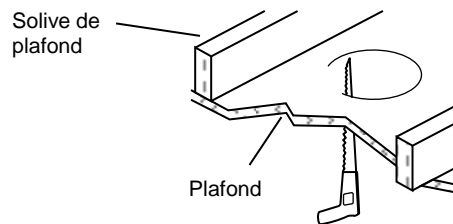

Fig. 1
2. Utilisez une scie à guichet pour pratiquer une ouverture de 6  $\frac{1}{4}$  po (15,88 cm) de diamètre dans la cloison du plafond. (Fig. 1) (**Note:** veiller à ce que l'ouverture ne dépasse pas les dimensions prescrites par le gabarit. Une ouverture trop grande pourrait nuire à l'installation adéquate du luminaire.)